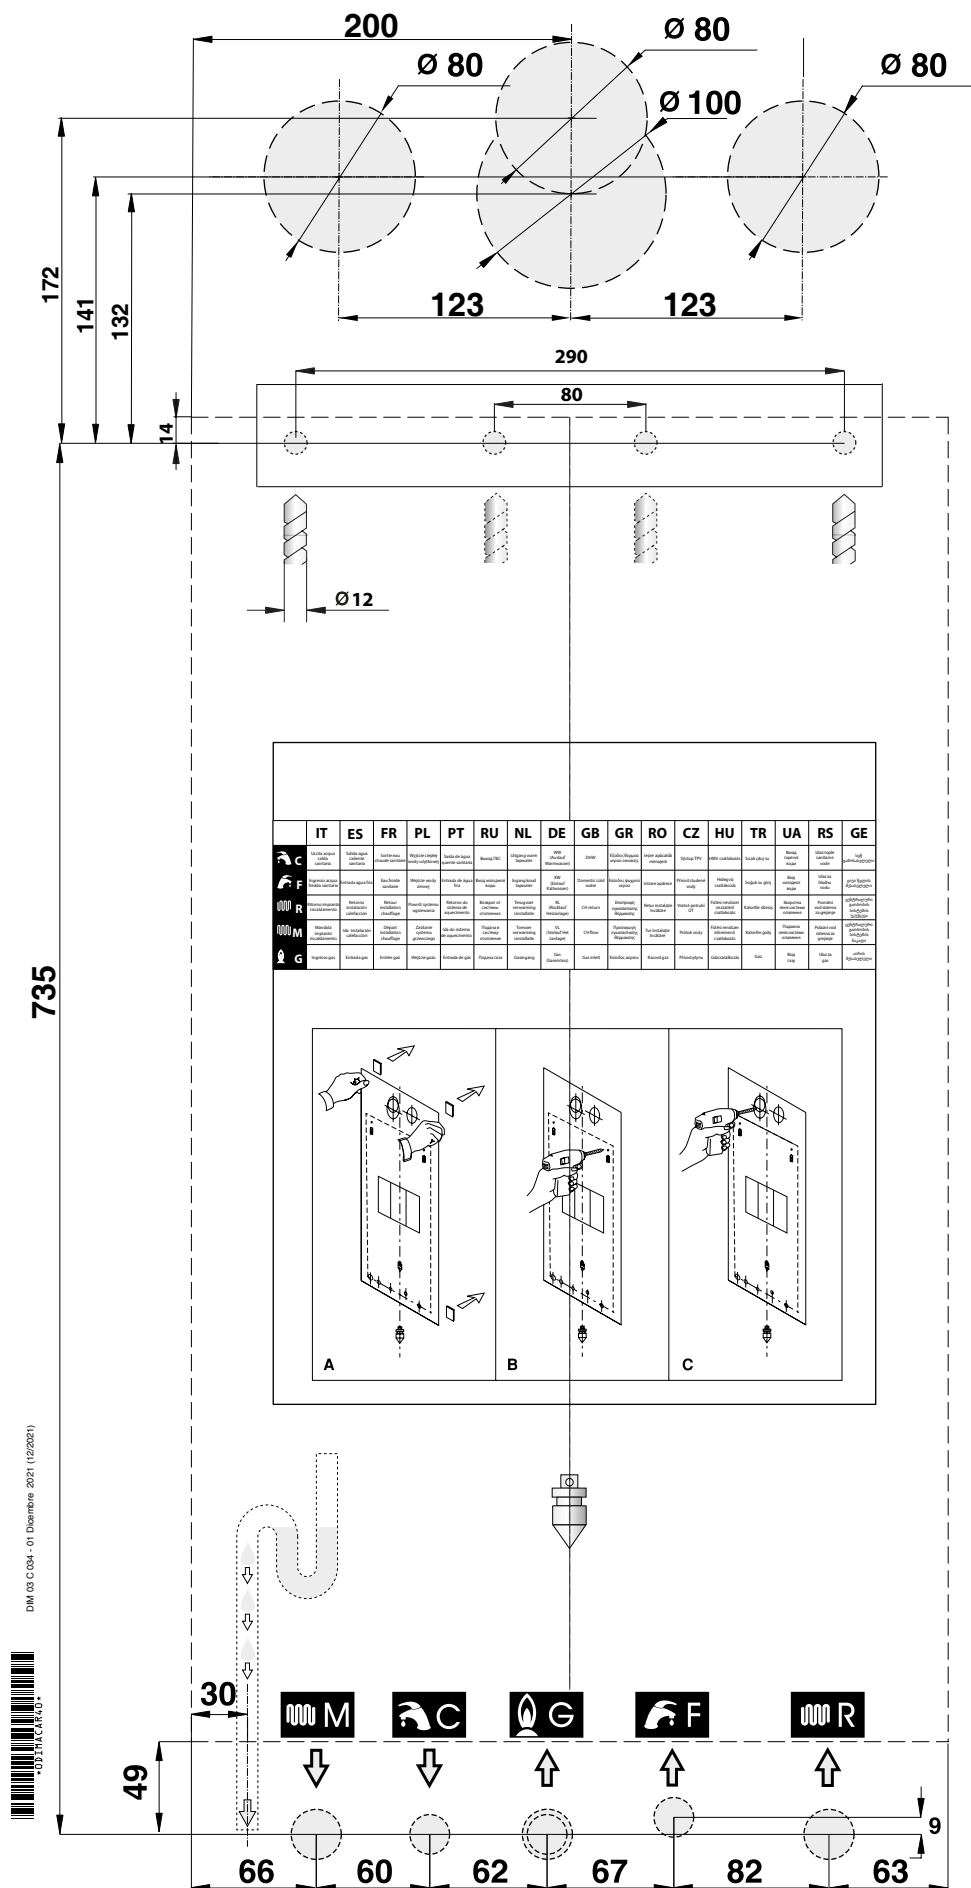

图 5 纸质安装模板
- » 壁挂炉墙壁固定安装模板（参见 图 5 纸质安装模板）；
壁挂炉在其包装中包含了一张纸质安装模板（参见 图 5 纸质安装模板）。